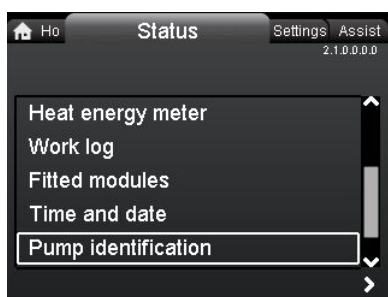

Рис. 30 Идентификация насоса
16. Убедитесь, что в насос был отправлен правильный файл. Выберите меню "Status" (состояние) насоса и прокрутите вниз до элемента "Pump identification" (идентификация насоса). См. рис. 30.
12. Убедитесь, что в насос был отправлен правильный файл. Выберите меню "Status" (состояние) насоса и прокрутите вниз до до элемента "Pump identification" (идентификация насоса). См. рис. 30 на стр. 11.